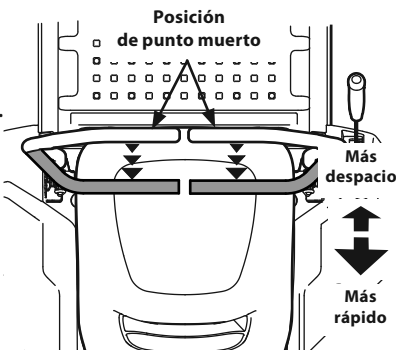

Figura 24
1. Mueva las dos palancas de control de la transmisión de barras de seguridad lenta y uniformemente hacia atrás. El tractor comenzará a moverse hacia atrás. Consulte la Figura 24.